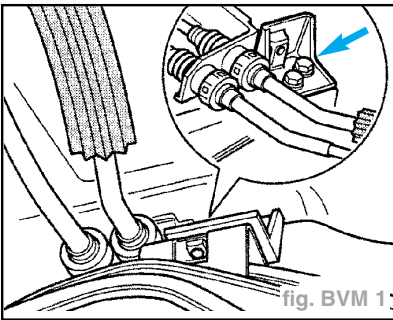

fig. BVM 1
- Déposer la cornière pour le contre-palier du berceau (flèche) (fig. BVM 1).
- Déposer la cornière pour le contre-palier sur le berceau (flèche) (fig. BVM 1).